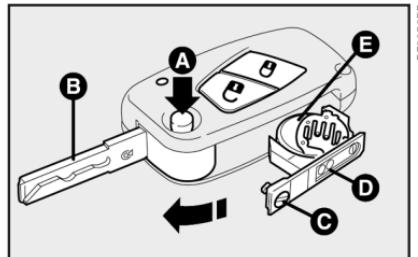

fig. 4
- presione el botón **A-fig. 4** y ponga la pieza metálica encajada **B** en posición de apertura;